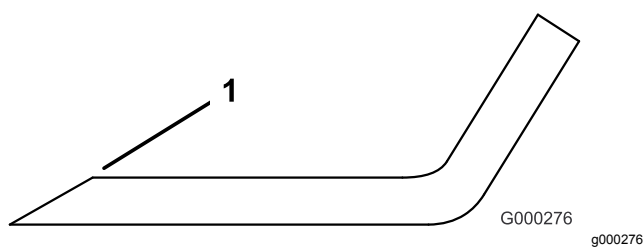

Figura 101
1. Utilize uma lima para afiar aresta de corte em ambas as extremidades da lâmina (Figura 101).